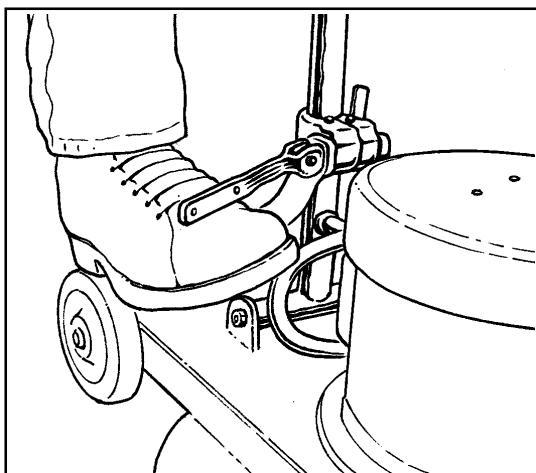

Figure 1
2. To lock the handle, push the locking lever down. See figure 1.
1. The locking lever is on the lower part of the handle tube. Use your foot to lift the lever. See figure 1.
2. Para bloquear la tobera, empuje la palanca de bloqueo (hacia abajo). (Véase fig. 1)
1. La palanca de bloqueo se encuentra en la parte inferior del montante de la tobera. Levante la palanca con el pie. (Véase fig. 1).
2. Pour verrouiller le timon, presser le levier de verrouillage (vers le bas) (Voir fig.1)
1. Le levier de verrouillage se trouve sur la partie inférieure du montant du timon. Relever le levier avec le pied (Voir fig.1).